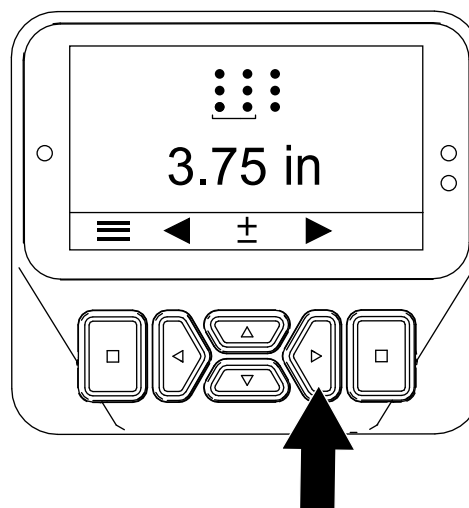

Figura 48
- Prima o botão direito para mostrar o ecrã que permite configurar o diâmetro dos dentes (Figura 48).
- Prima o botão direito para mostrar o ecrã que permite configurar o espaçamento entre furos (Figura 48).